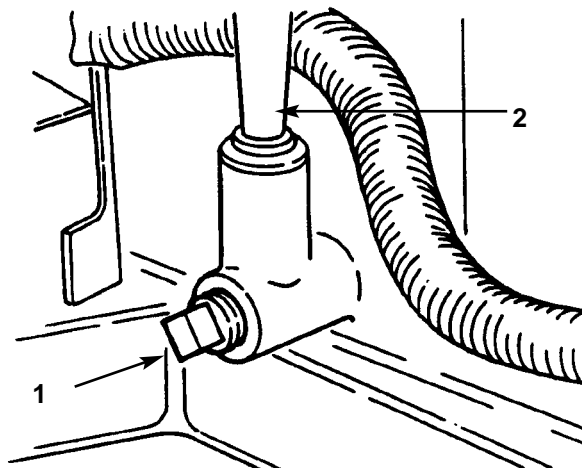

Fig. 34
4. Mettete una bacinella sotto il tubo di riempimento/dell'asta di misurazione del livello dell'olio, e togliete il tappo di spurgo (Fig. 34).